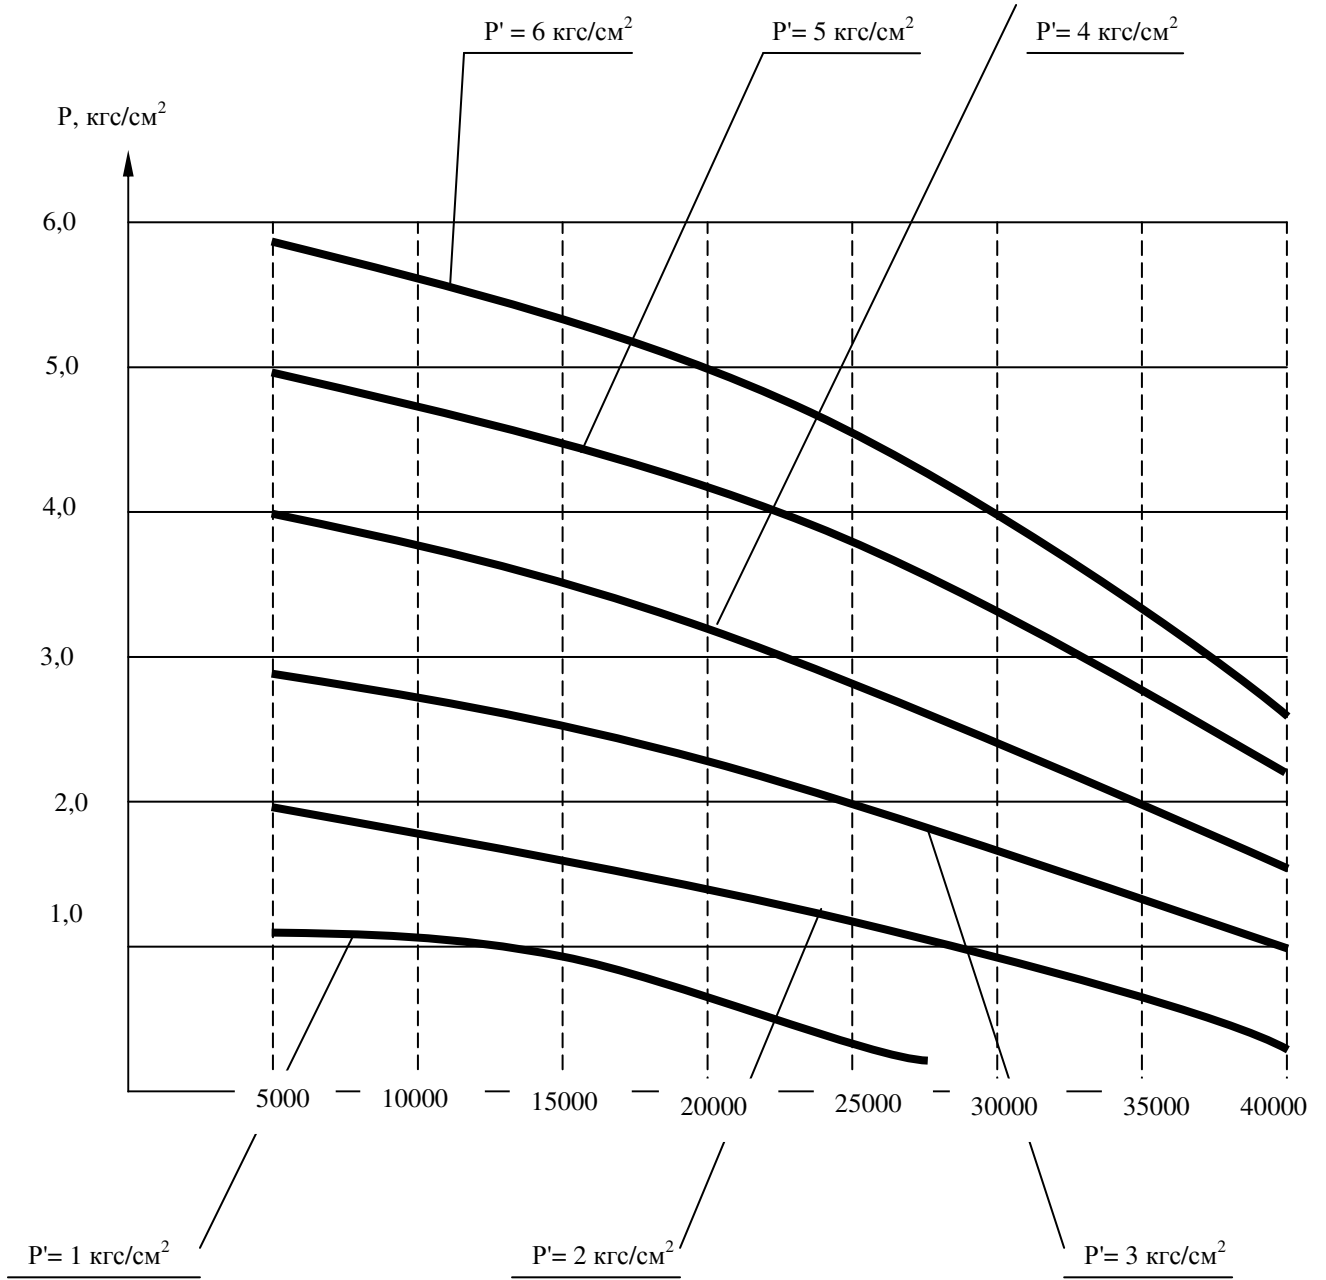

Рис.1
| 2.14. | Функциональная зависимость объемной подачи, напора и давления сжатого воздуха представлены на рис. 1. | |
- 3) отрегулировать объемную подачу с помощью вентиля или редуктора с учетом графика функциональной зависимости параметров (см. рисунок 1).
7.2. Насос должен эксплуатироваться в интервале объемных подач рабочей части характеристик насоса до 40 м³/ч (см. рисунок 1). Эксплуатация насоса за пределами рабочей части характеристик не рекомендуется.